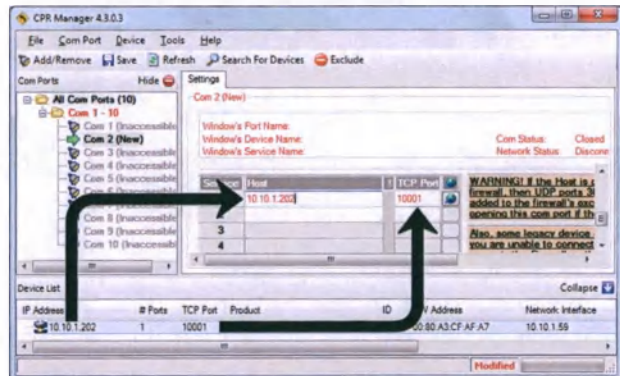

Рис. 88
8. В настройках соответствующего виртуального COM-порта необходимо ввести в таблицу «Service-Host-TCP Port» соответствующую информацию об аппарате, который будет обслуживаться через данный виртуальный COM-порт. Необходимая информация содержится в списке «Device List». См. Рис. 88.